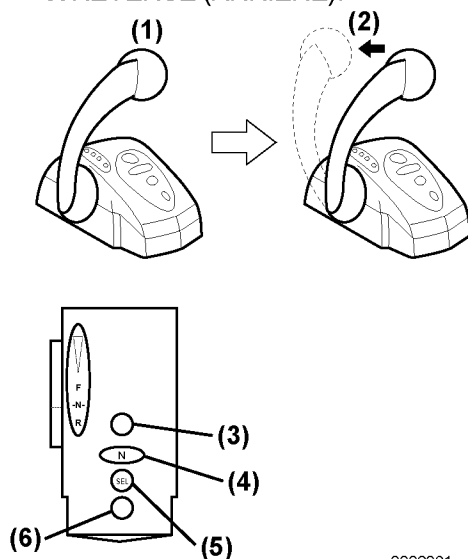

Figure 5
Assurez-vous de régler le levier de commande en position N (point mort) (Figure 5, (1)).
Déplacez progressivement le levier de commande dans la direction F (Marche avant) (**Figure 5, (2)**) à la position du cran avant. La transmission marine se mettra en vitesse AVANT. Le moteur restera au ralenti. Si vous enfoncez davantage le levier de commande, le régime du moteur augmente au maximum, jusqu'à la position pleins gaz du papillon.